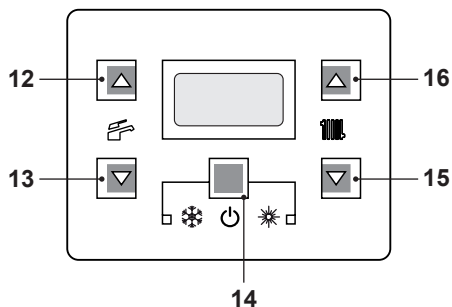

Figura 6.7
- Tenere premuto per 2 secondi il tasto 14 fino a far apparire sul display entrambe i simboli  e  (Figura 6.7).
- Spegner la caldaia tenendo premuto per 2 secondi il tasto 14 (Figura 6.7) fino a far apparire sul display LCD il simbolo  (Figura 6.6).